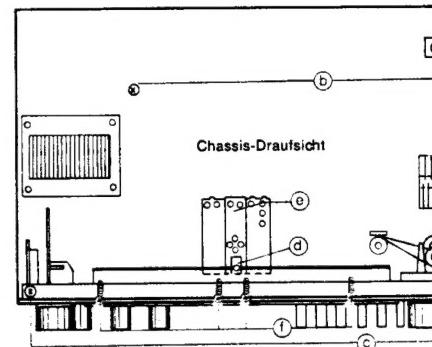

Abb. 3
- Vier Schrauben (⑦) unterhalb der Skala herausdrehen (Abb. 3).
- Schraube (⑧) herausdrehen (Abb. 3).
- Haltebügel (⑨) nach hinten schieben.